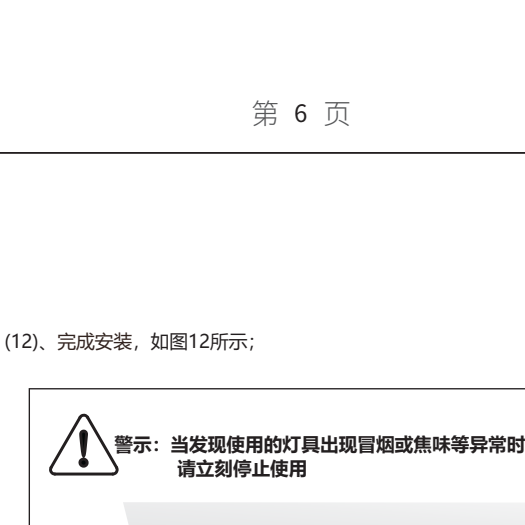

图9
(9). 将卡子或载体用螺丝固定在安装的位置, 如图9所示: